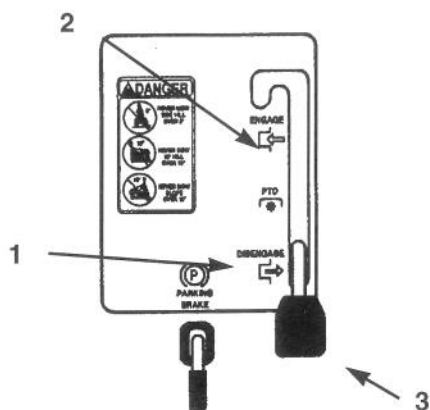

Figure 5
2. Mettre la commande des lames (prise de force) sur ENGAGED (EMBRAYÉE) (Fig. 5).
2. Mettre la commande des lames (prise de force) sur DISENGAGED (DEBRAYÉE) (Fig. 5).